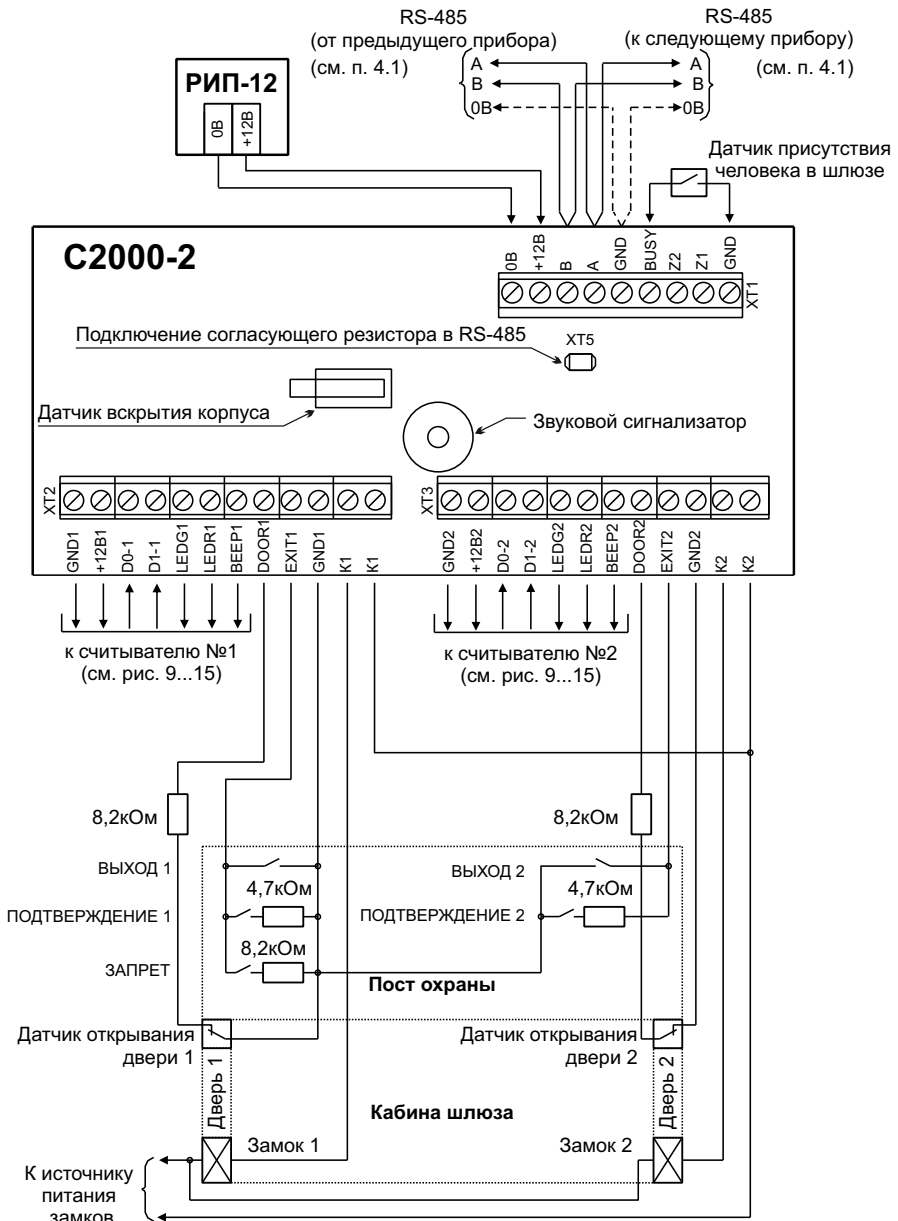

Рисунок 23. Схема подключения контроллера «С2000-2» в режиме «Шлюз»
4.11.2 Подключите датчики открывания дверей к контактам «DOOR1», «GND1», «DOOR2», «GND2» контроллера (см. рис. 23).